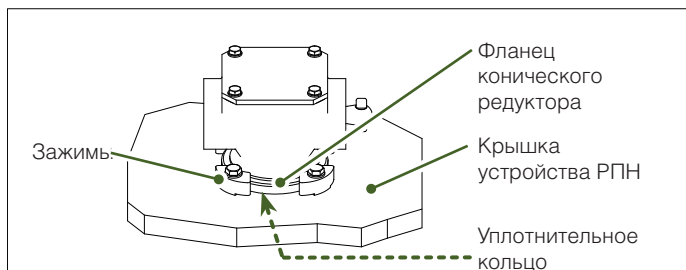

Рис. 71. Конический редуктор
12. Снимите конический редуктор. См. рис. 71.